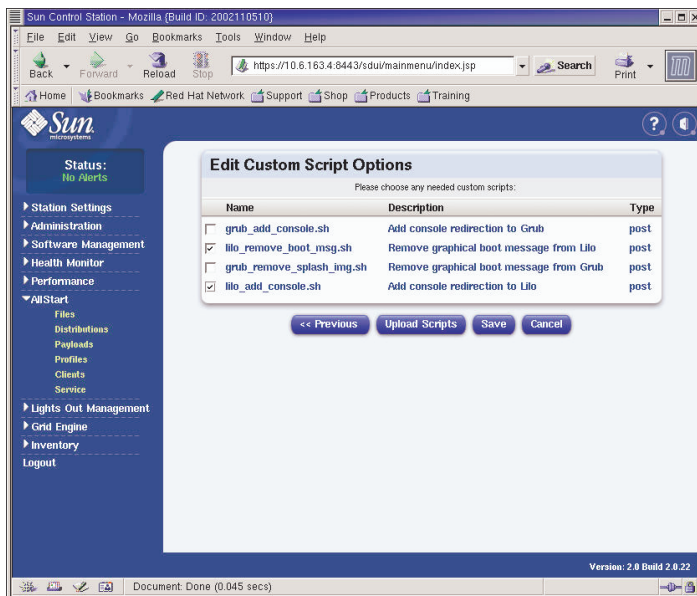

FIGURA 2-16 Finestra Edit Custom Script Options (profili AllStart)
- g. Nella finestra **Edit Custom Script Options**, verificare che siano selezionate le seguenti opzioni obbligatorie (per un esempio, vedere la FIGURA 2-16). Al termine, fare clic su **Save**.